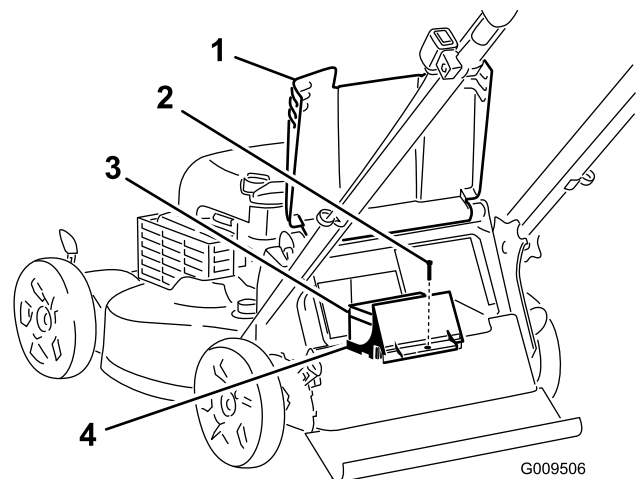

Bild 25
1. Heben Sie das hintere Ablenkblech an und finden Sie das Batteriefach (Bild 25).